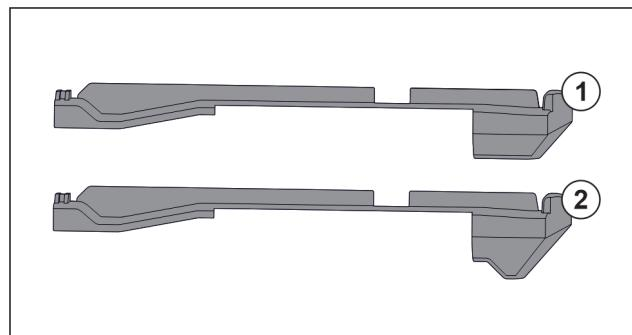

Fig. 74 Porovnanie násuvných dielov
V zariadení sa nachádzajú dva rozdielne násuvné diely. Násuvný diel nad spodnou zásuvkou Fig. 74 (2) má trojuholníkovú hranu. Všetky ostatné násuvné diely Fig. 74 (1) majú rovnú hranu.
- Namontujte násuvný diel Fig. 74 (2) s trojuholníkovou hranou nad spodnú zásuvku.
- Namontujte násuvný diel Fig. 74 (1) s rovnou hranou na všetky ostatné miesta.